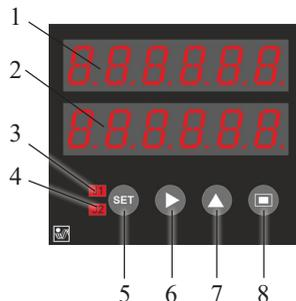

Рис. 1
- В режимах работы реле N0...R (см. п. 2.6 и таблицу режимов работы реле) на верхнем СД-индикаторе 1 (рис. 1) будет отображаться результат счета, на нижнем 2 – уставка J1.
Для установки значения уставки J1 нажмите однократно кнопку SET (п. 5, рис. 1). На верхнем индикаторе будет отображаться символ $\mathcal{U}\text{-}\mathcal{I}$, на нижнем – текущее значение уставки. Нажимайте кнопку ► для перемещения между разрядами, кнопку ▲ – для изменения значения разряда. Для перехода к установке значения уставки J2 нажмите SET однократно. На верхнем индикаторе будет отображаться символ $\mathcal{U}\text{-}\mathcal{I}^2$. Для сохранения подождите 10 с, прибор вернется в режим счета с сохранением значений уставок.